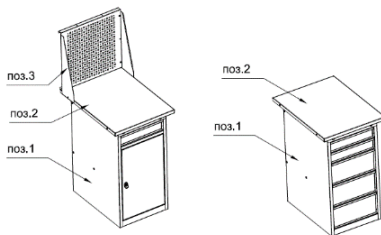

Рис. 1. Схема компоновки и устройства мини верстаков ML
ML Мини Верстак (1 тумба) Рис. 1
3.1. Мини Верстак (см. рис. 1) состоит из Тумбы поз. 1 (устанавливаются тумбы ML0 - ML8).